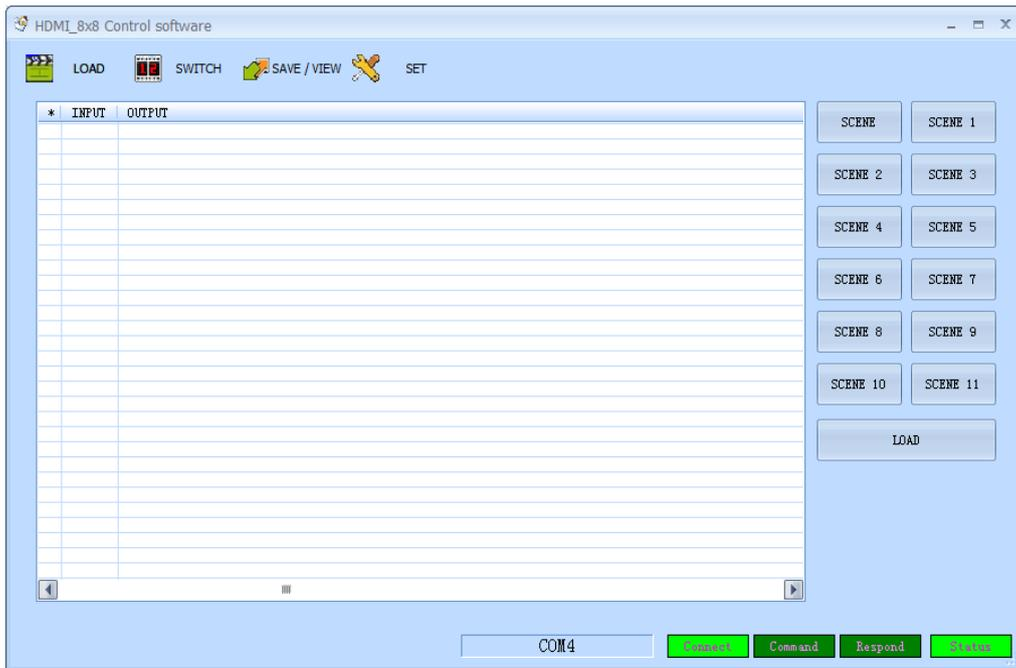

Figura 6.3-1
3. Execute o arquivo Client.exe. Aparecerá em sua tela a Figura 6.3-1.